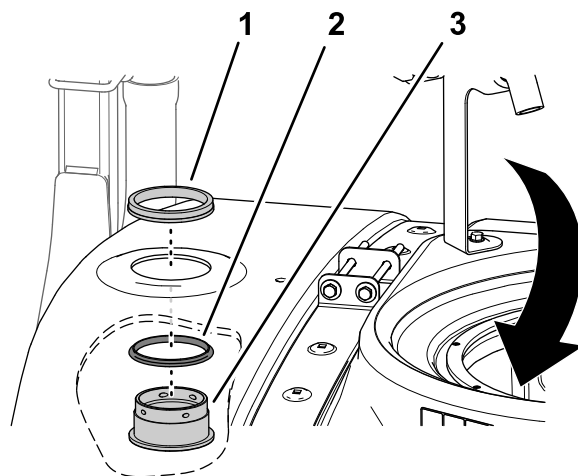

Рисунок 27
1. Установите уплотнение на переходной штуцер (Рисунок 27).
2. Установите переходной штуцер и уплотнение в отверстие, просверленное при выполнении действий, описанных в Сверление отверстия в баке \(страница 16\), с внутренней стороны бака (Рисунок 27).
3. Прикрепите переходной штуцер к баку стопорным кольцом (Рисунок 27).